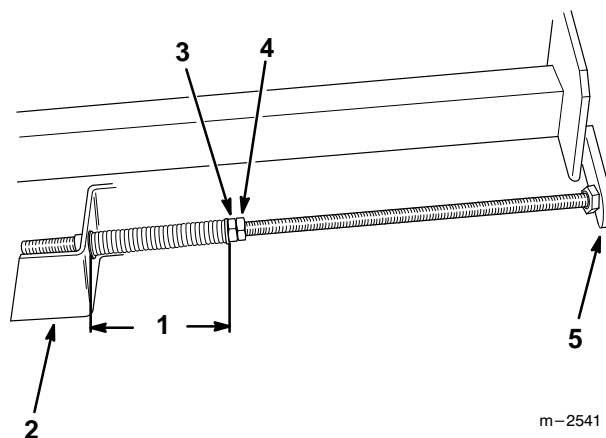

Figure 8
6. Insérer l'extrémité côté ressort de la tige de réglage dans le trou du support de montage de l'unité de coupe. L'extrémité étroite du coussinet doit s'insérer dans le trou du support de montage. Insérer l'extrémité de la tige de réglage du côté de l'écrou dans la patte de montage du châssis porteur (Fig. 8).
7. Pour tendre la courroie, serrer le contre-écrou avant de chaque tige de réglage jusqu'à ce que le ressort soit comprimé à une longueur de 12,7 cm (5") mesurée de l'entretoise au coussinet (Fig. 8).
8. Serrer les contre-écrous arrière (Fig. 8).